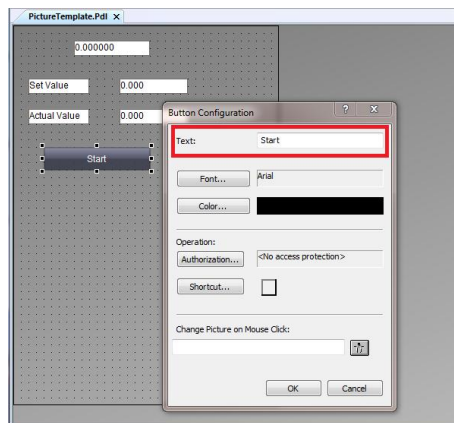

图 3-7
1. 添加按钮。在画面中添加一个按钮，随即弹出 **Button Configuration** 对话框。将 **Text** 设置为 **Start**，表示初始显示的文本，如图 3-7 所示。